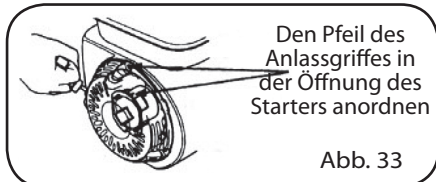

Abb. 33
3. Das Anlasseil so lange ziehen, bis ein Widerstand festzustellen ist. Weiter ziehen, bis der Pfeil des Anlassgriffes auf die Öffnung des Starters ausgerichtet ist. In diesem Moment sind die Ansaug- und Ablassventile geschlossen und verhindern, dass das Motorinnere rostet (Abb. 33).